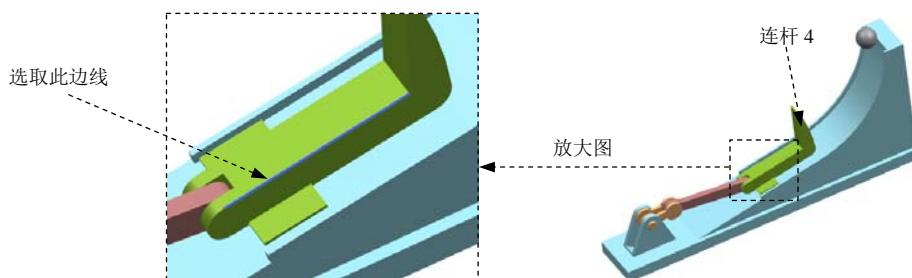

图 6.8.5 定义滑动副
(3) 单击**确定**按钮，完成共线副的创建。
Step13. 定义连杆 4 中的滑动副。选择下拉菜单**插入(S)** → **运动副(I)...**命令，系统弹出“运动副”对话框；在“运动副”对话框**定义**选项卡的**类型**下拉列表中选择 **滑动副**选项；在模型中选取图 6.8.5 所示的边线为参考，系统自动选择连杆、原点及矢量方向；单击**确定**按钮，完成滑动副的定义。